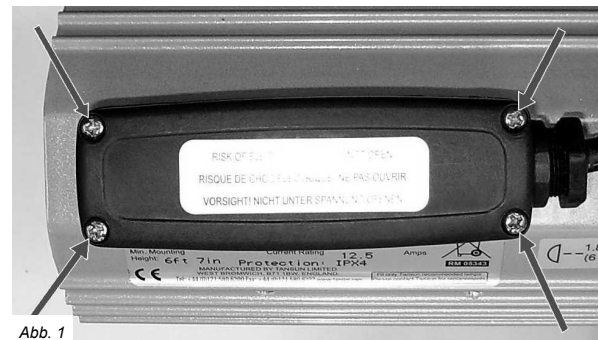

Abb. 1
3. Die Schrauben vom Anschlusskasten (Abb. 1) entfernen und den Deckel abnehmen.